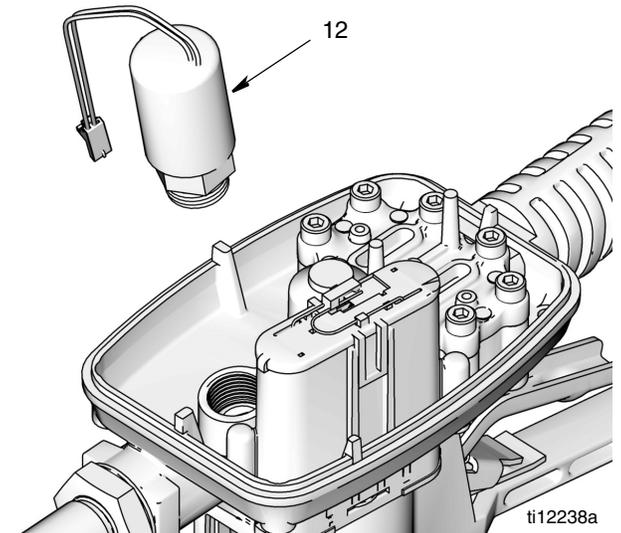

图 37
- 拧下电磁阀 ( 12 ) 并将其从流量计外壳上拆下 ( 图 37 )。如有必要，可使用钳子来拧松电磁阀。